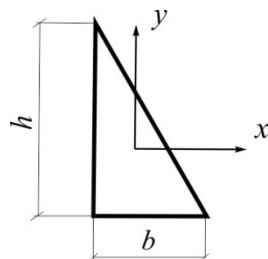

Рис.3.17
**3.15. Определить центробежный момент инерции  $I_{zy}$  прямоугольного треугольника относительно центральных осей  $x, y$ , параллельных катетам, не прибегая к интегрированию (рис.3.17).**